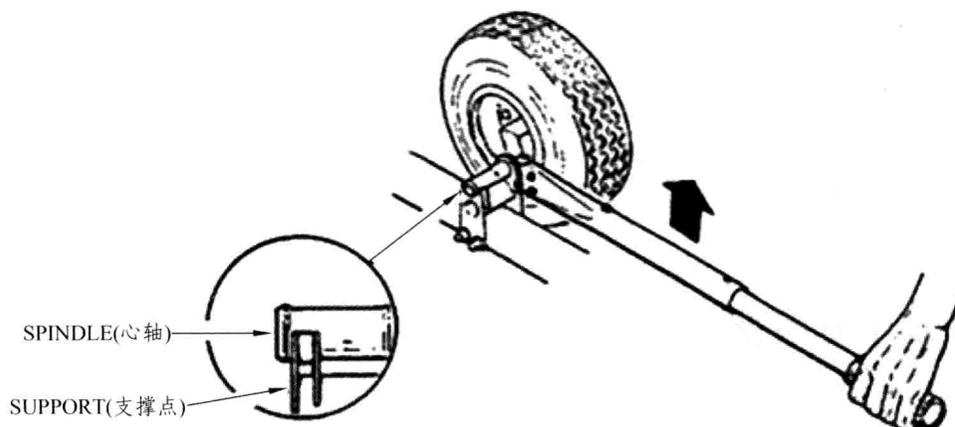

图 1.3 安装地面搬运轮 B
(2) 确保心轴的焊接端完全穿过支撑架的内侧（见图 1.3）。